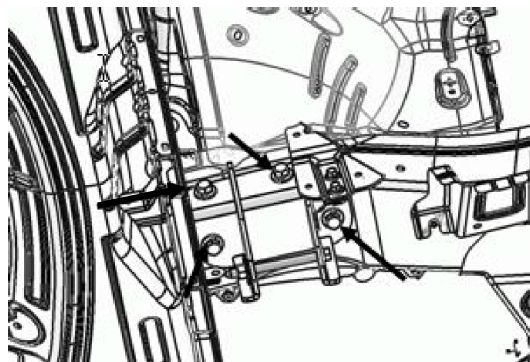

图 12
2.8.4 拆下左悬置安装支座与车身连接 4 个螺栓, (如下图 12 所示), 即可取下左悬置安装支架。
2.9.2 将更换后的发动机左悬置安装支架总成放入图 12 所示位置，然后带上对应安装孔上的 4 个螺栓并打紧。
2.10.3 将发动机左悬置安装支座与车身相连的 4 个螺栓打力矩为 85 N.m (如图 12 所示)。